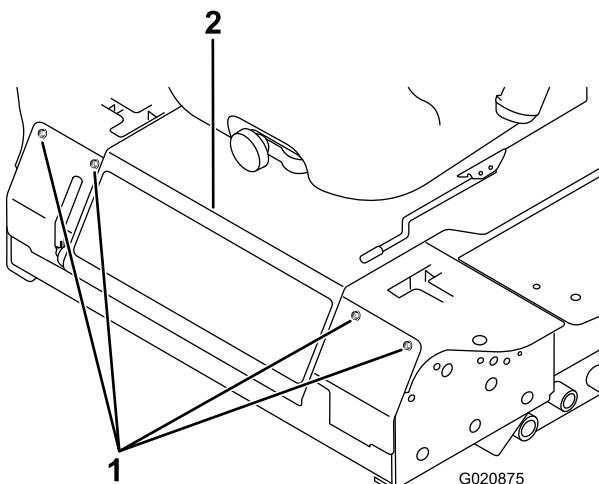

図 62
- 前パネルを止めているボルトを外して前パネルを外す(図 62)。